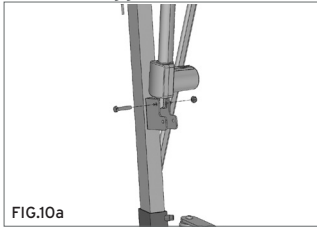

FIG.10a
1. Rimuovere i due bulloni predisposti sul braccio e sulla colonna per il fissaggio dell'attuatore. Inserire l'attuatore e bloccarlo con i due bulloni precedentemente rimossi. (Fig.10a-10b)